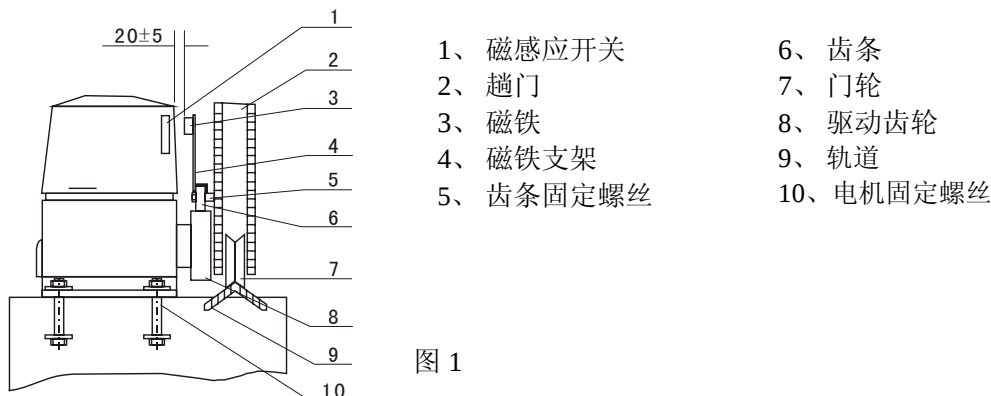

图 1
4.1 可按图 1 所示安装趟门电机，要求趟门装有限位装置，防止大门滑出时大门倾倒，发生事故。